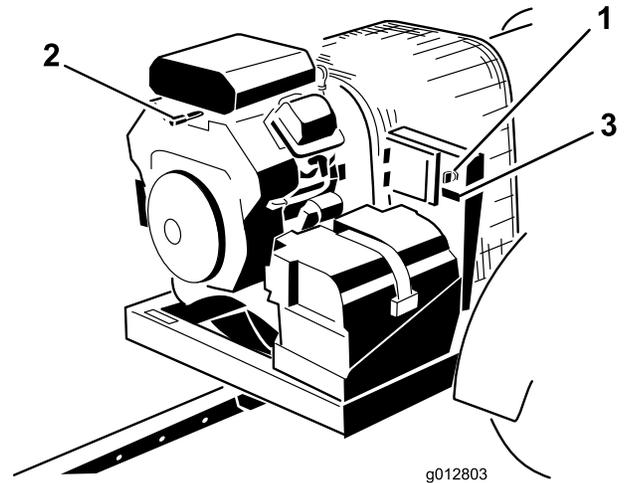

Figura 10
L'interruttore di accensione (Figura 10), utilizzato per avviare e arrestare il motore, presenta tre posizioni: OFF, RUN e START (spento, marcia e avvio). Girare la chiave in senso orario, in posizione di avvio (START), per azionare il motorino di avviamento. Rilasciate la chiave una volta avviato il motore. La chiave ritorna automaticamente in posizione di marcia (ON). Per
Per avviare un motore a freddo, spostare la leva di comando dello starter (Figura 10) in posizione ON.
Il contaore (Figura 10) indica le ore totali di funzionamento della macchina.